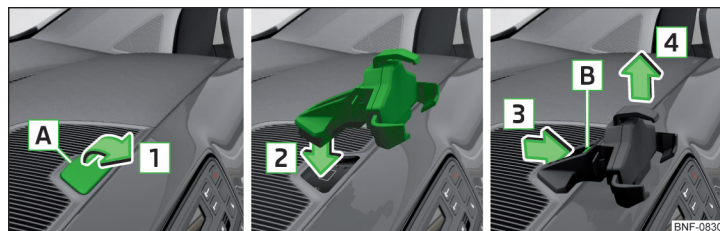

Fig. 78 Retirar panel / Fijar adaptador / Retirar adaptador
- P. ej. insertar una moneda en la cavidad [A] y abrir el panel en el sentido de la flecha [1] » fig. 78.
- Presionar la tecla de desbloqueo [B] en el sentido de la flecha [3] y retirar el adaptador en el sentido de la flecha [4] » fig. 78.